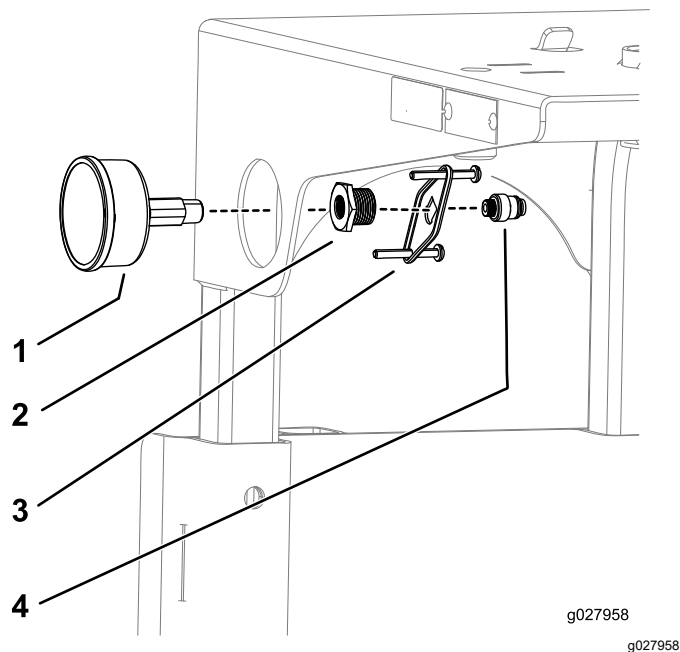

Figura 15
7. Aplicai bandă PTFE pe filetele manometrului i instalai ansamblul manometrului aa cum se arată în Figura 15.